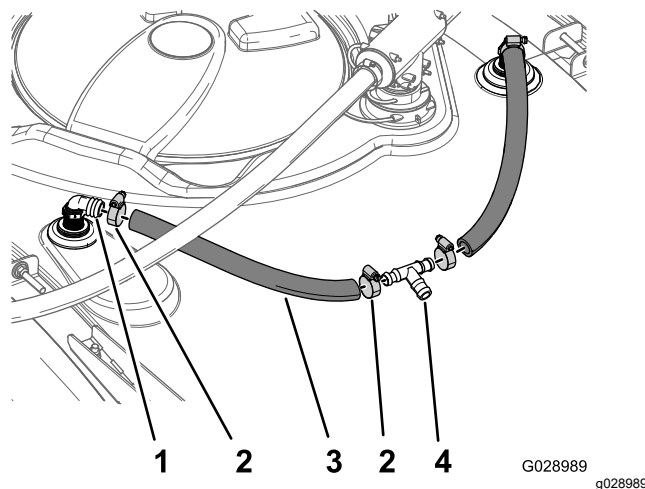

Figure 45
2. Fixez les flexibles sur les raccords à 90° cannelés avec des colliers (Figure 45).
3. Insérez le raccord en T cannelé dans l'extrémité libre de chaque flexible (Figure 45).
4. Placez le raccord en T cannelé de sorte que le côté de la cannelure inférieure soit de niveau avec la cuve du pulvérisateur, puis fixez les flexibles sur le raccord en T avec 2 colliers (Figure 45).
1. Branchez un flexible (1,9 x 48,3 cm) sur chacun des raccords à 90° cannelés au niveau des 2 buses de rinçage (Figure 45).